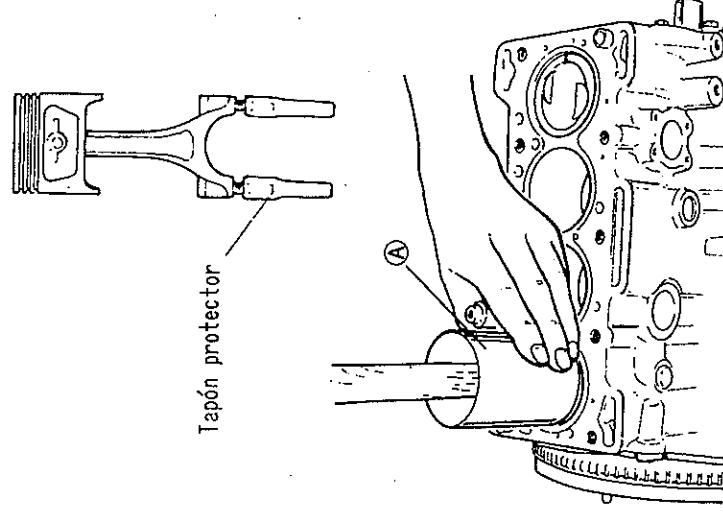

Fig. 3-109
Usar el util (A) (09916-77310), Fig. 3-109, para montar los pistones en el bloque de cilindros. Usando este util (A), coloque el conjunto de pistón y biela en el cilindro por la parte superior del bloque, comenzando con los cilindros N° 1 y N° 4, haciendo girar el cigüeñal para fijar las tapas de las cabezas de biela N° 1 y N° 4 en punto muerto inferior. Montar los pistones N° 2 y N° 3 del mismo modo.